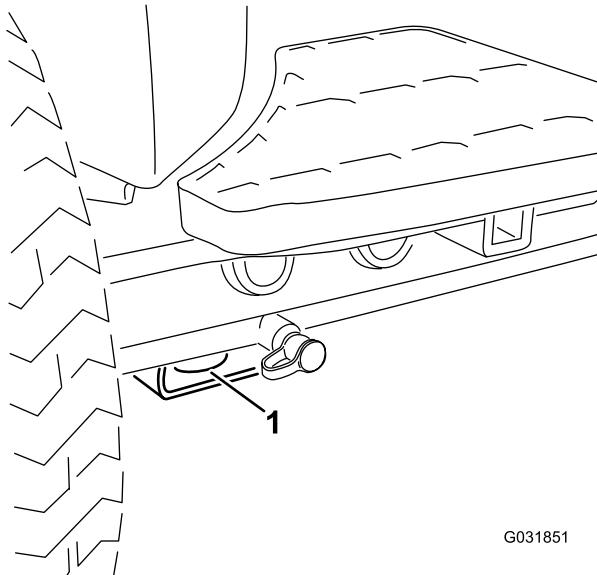

Figure 34
- Avant – trou du patin rectangulaire, sous le tube d'essieu, à l'intérieur de chaque roue avant (Figure 34)